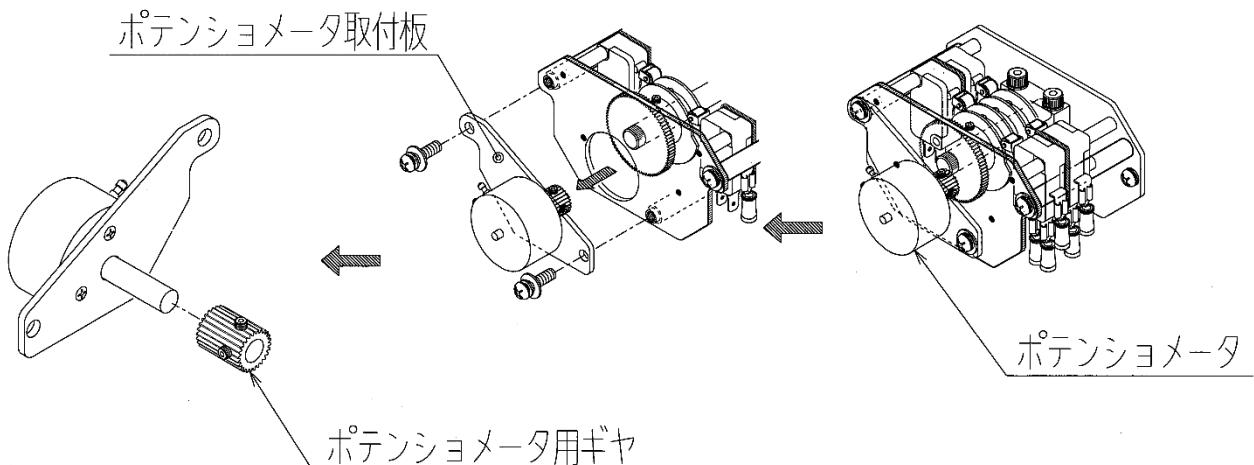

図 10：ポテンショメータの取り外し
- ① コントロールモータを電動動作で全閉位置とし電源を遮断します。
- ② コントロールモータのスイッチカバーを外します。
- ③ 端子箱カバーを外し、端子BM, RM, WMに接続されている外部配線を解線します。
- ④ 端子RM-WM間にテスタ（抵抗レンジ）をあて抵抗値を測定、記録します。
- ⑤ ポテンショメータ本体の3端子に接続されているリード線色と端子番号を記録します。
- ⑥ ポテンショメータの端子付近からリード線を切断します。
- ⑦ ポテンショメータ取付板を取り外します。（図10参照）
- ⑧ ポテンショメータに付いているギヤを取り外し、ポテンショメータを取付板から取り外します。